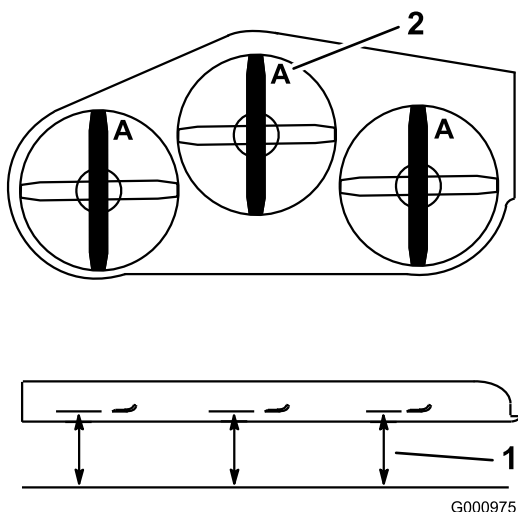

Figura 69
- Meça a partir de uma superfície nivelada para a extremidade de corte, posição A, das lâminas (Figura 69).